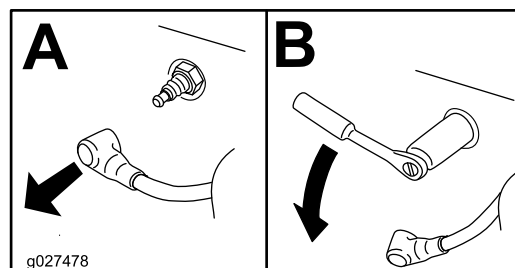

Figure 47
4. Enlevez la bougie (Figure 47).